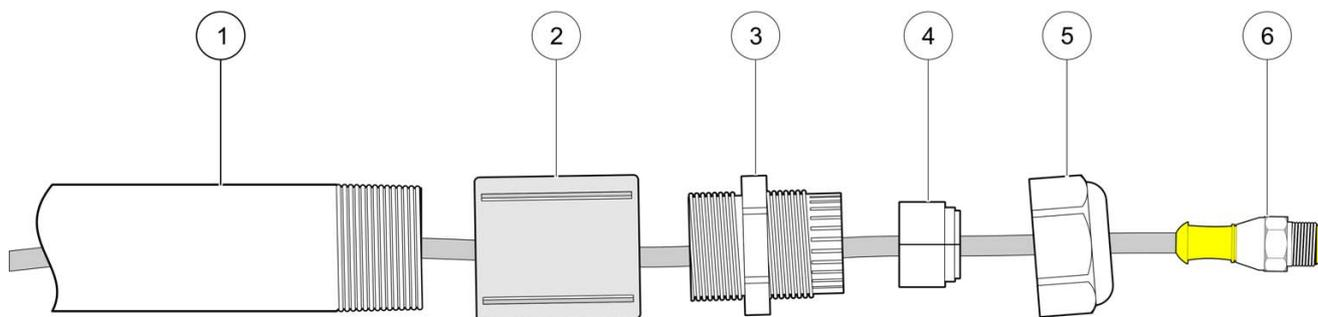

Abbildung 2 Montage von Zugentlastung und Kupplung
1. Die Kappe der Kabel-Zugentlastung und die geteilte Gummidichtung entfernen. Siehe Abbildung 2.
5. Die geteilte Gummidichtung über das Sensorkabel schieben. Die Dichtung am Sensorkabel entlang in das Mittelstück der Zugentlastung schieben. Das Sensorkabel durch das Oberteil der Zugentlastung führen. Das Oberteil der Zugentlastung am Sensorkabel entlangführen und handfest auf das Mittelstück der Zugentlastung aufschrauben. Siehe Abbildung 2.